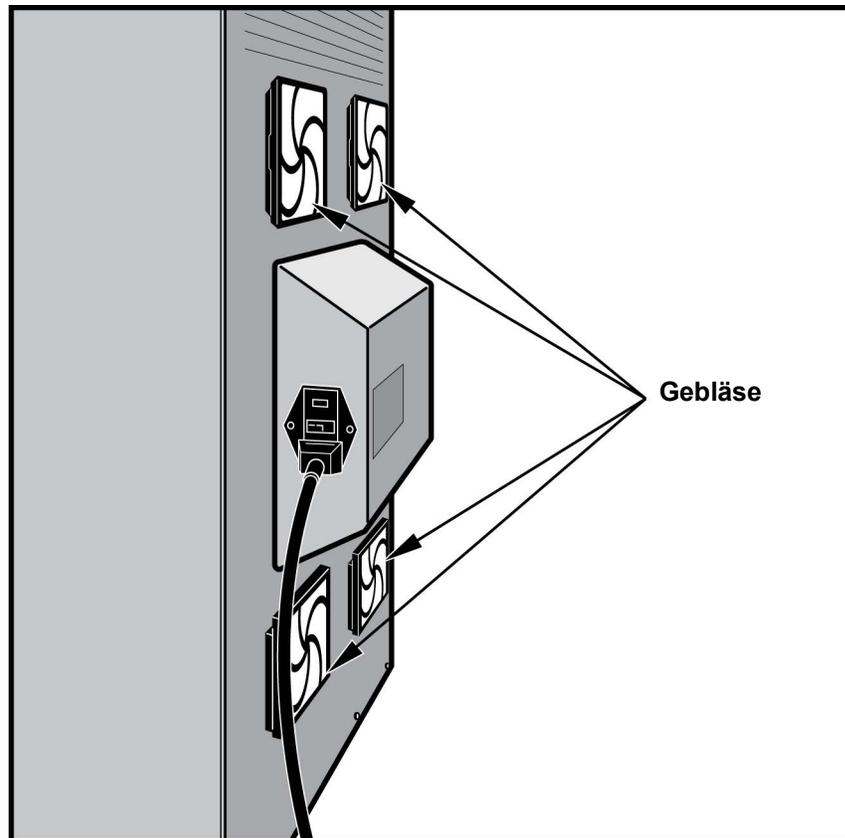

Abbildung 9-18. GeneXpert GX-XVI R1-Instrument in der Position mit Zugang zu den Gebläsen
3. Falls die Rückseite des Instruments schwer zugänglich ist, drehen Sie das Instrument herum, um besseren Zugang zu den Filterabdeckungen zu erhalten. Vgl. Abbildung 9-18.